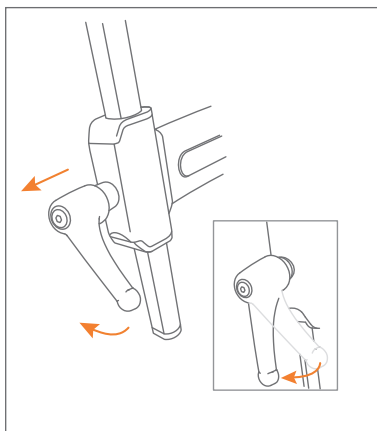

Figure 17: Positionner correctement la manette de réglage.
- g. Placez les manettes de réglage à la verticale afin qu'elles soient orientées vers le bas. Pour ce faire, tirez doucement la manette de réglage vers l'extérieur et tournez-la dans la bonne position (**Figure 17**).